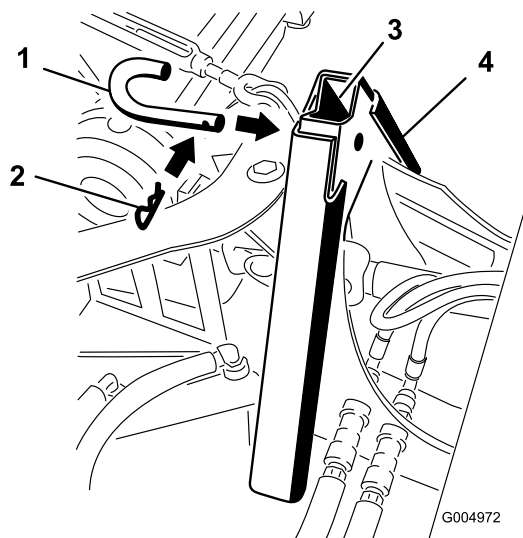

Figure 55
4. Accouplez les deux adaptateurs ensemble avec la goupille de fixation et la goupille fendue comme illustré dans Figure 55.